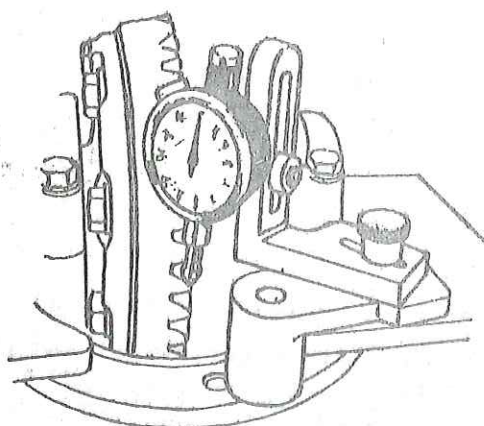

Fig. E-89 Comprobación del juego entre dientes
- 3.5.6. Para comprobar el juego entre dientes de la corona y el piñón de ataque, se instalará un comparador esférico (Fig. E-89).
- 3.5.7. Inmovilizado el piñón con una mano y apoyado el palpador del comparador sobre un diente (Fig. E-89) de la corona, mover la corona, para que el comparador dé la lectura de la holgura entre los dientes del piñón y la corona, que debe estar comprendida entre 0,15 y 0,30 mm.